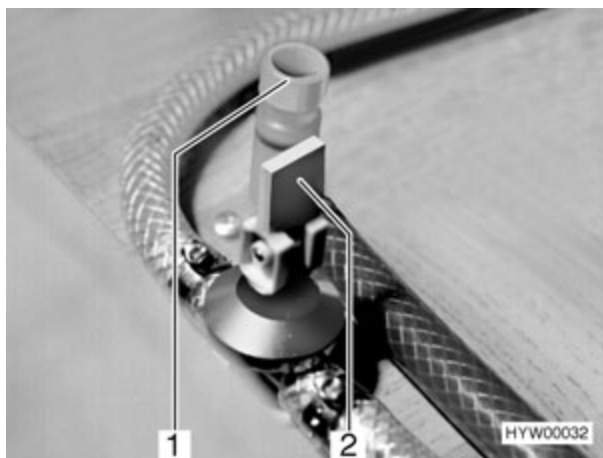

Fig. 104 Llaves de desagüe
- Cerrar el capuchón (Fig. 104,1) de la llave de desagüe girándolo en el sentido de las agujas del reloj.
- Cerrar la llave de desagüe (Fig. 104,2) para la caldera. Para cerrarlo, situar en posición horizontal el balancín.
- Abrir la llave de desagüe de la caldera (Fig. 104,2). Colocar para ello el balancín en posición vertical.